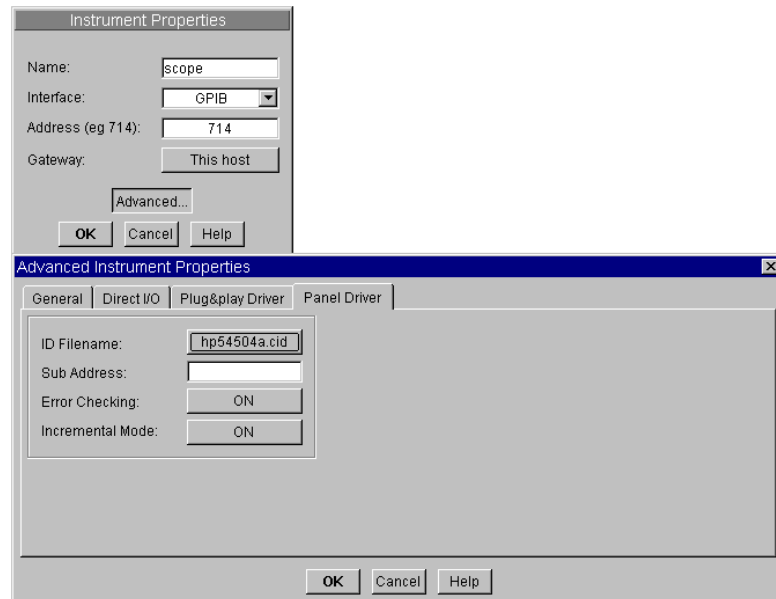

図 3-9. [Panel Driver] フォルダ
4. [Live Mode] を [OFF] に切替えます。次に [Panel Driver] フォルダをクリックします。ダイアログ・ボックスの表示が図 3-9 のようになります。
6. リストを下へスクロールして [hp54504a.cid] を強調表示します。次に [Open] をクリックします。図 3-9 では、この計測器がすでに選択されています。強調表示したファイルをダブルクリックして選択することもできます。